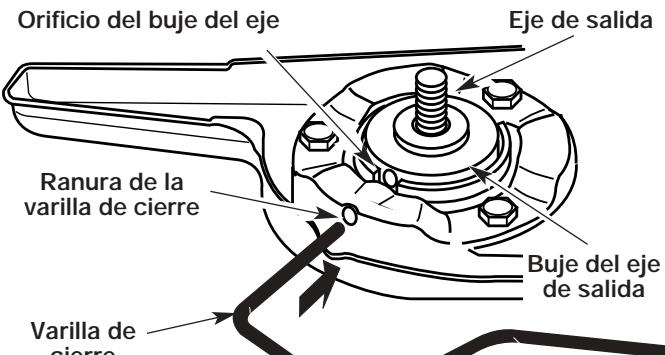
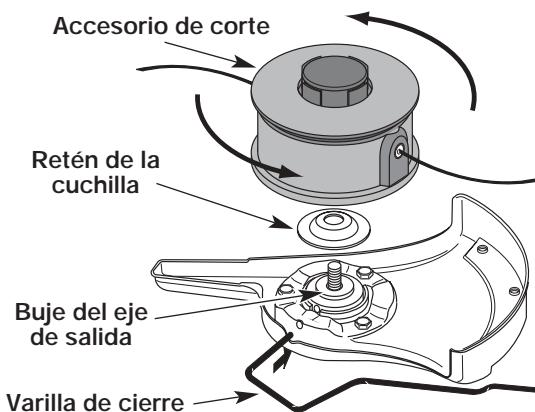

Figure 8
Figure 15
1. Alinee el orificio del buje del eje con la ranura de la varilla de cierre e inserte la varilla de cierre en el orificio del buje del eje (Fig. 8).
6. Alinee el orificio del buje del eje con la ranura de la varilla de cierre e inserte la varilla de cierre en el orificio del buje (Fig. 8).
1. Alinee el orificio del buje del eje con la ranura de la varilla de cierre e inserte la varilla de cierre en el orificio del buje (Fig. 8).
5. Alinee el orificio del buje del eje con la ranura de la varilla de cierre e inserte la varilla de cierre en el orificio del buje del eje (Fig. 8). Coloque el retén de la cuchilla en el eje de salida con la superficie plana contra el buje del eje de salida según se ilustra en la Fig. 15. Enrosque el accesorio de corte en sentido antihorario en el eje de salida. Ajuste bien.